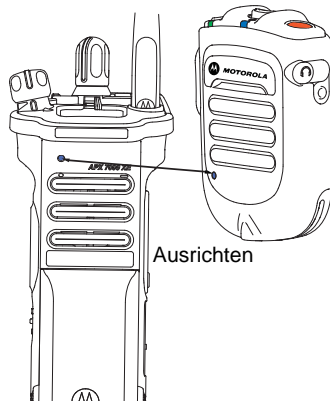

Abb. 2.10: Koppeln des WRSM
- 2 Führen Sie den blauen Punkt zur sicheren Kopplung auf dem WRSM innerhalb eines Abstands von 2,5 cm an den blauen Punkt zur sicheren Kopplung auf dem Funkgerät. Siehe Abbildung 2.10.